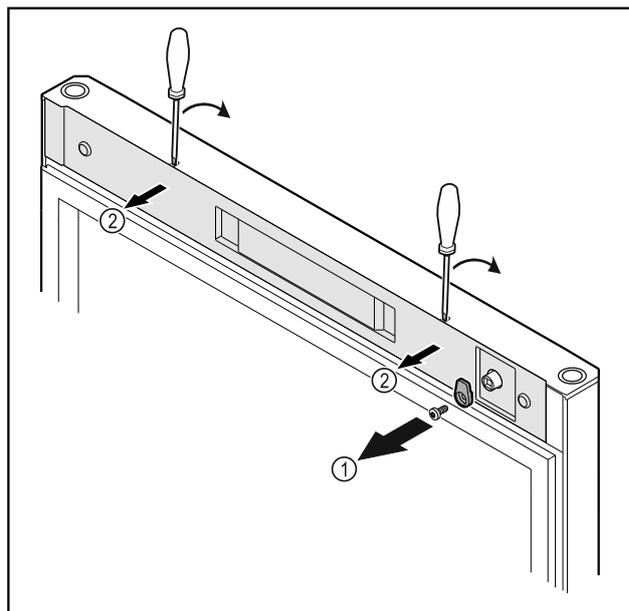

Fig. 10
- Dévisser le crochet de fermeture Fig. 10 (1).
- Décrocher le cache Fig. 10 (1) avec un petit tournevis et le retirer.